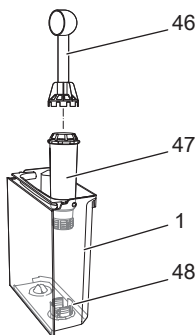

图 25: 安装/拆卸滤水器
- 咖啡机要求更换时，更换滤水器（见图 25, 第543页）。